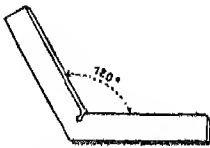
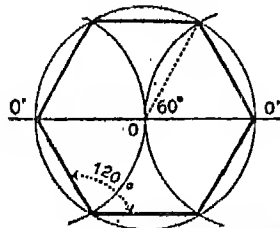

Fig. 11. — Equerre à 120° ou équerre à six pans.
Fig. 12. — Hexagone régulier. Combien a-t-il de côtés ? de sommets ? Expliquez d'après cette figure comment on détermine les sommets.
c) *Equerre à 120° ou à 6 pans* (fig. 11). C'est une équerre simple (c'est-à-dire sans chapeau) dont les branches forment un angle de 120° : c'est l'angle formé par deux côtés consécutifs d'un hexagone régulier (fig. 12 et 13).